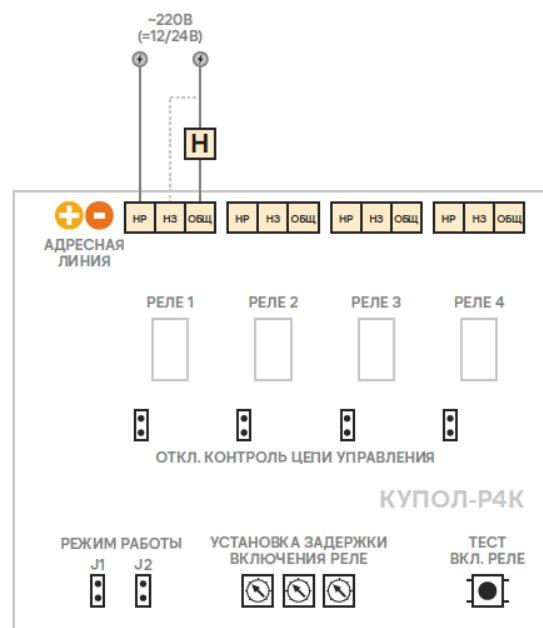

Рис.2. Расположение клемм и органов управления КУПОЛ-Р4. Схема подключения нормально-выключенной нагрузки.
Установка режимов работы модуля производится с помощью 2-х джамперов "Режим работы". Джампер J1 управляет режимом работы реле 1 и 2, джампер J2 – реле 3 и 4. Установленный джампер соответствует импульсному режиму работы, снятый – постоянному (см. Таблица 1 и рис.2).
1.9. Каждое реле модуля имеет джампер отключения контроля цепи управления (см рис.2), что необходимо для проведения пусконаладки при отсутствии напряжения питания нагрузки, а также для поиска неисправностей в цепях управления (раздел 3). При установленном джампере контроль цепи управления отключен.
2. Напряжение нагрузки разрешается подавать не ранее, чем через 20сек после первого включения модуля, т.к. после транспортировки положение контактов реле может отличаться от указанного на рис.2, 3.